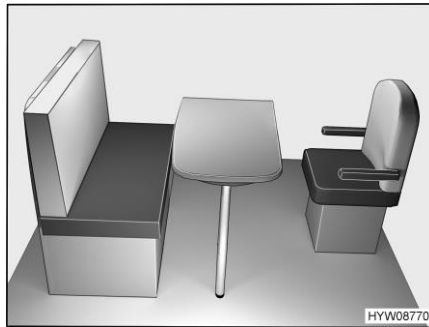

Bild 78 Vor dem Umbau
- Fahrersitz zum Tisch drehen (Bild 78).